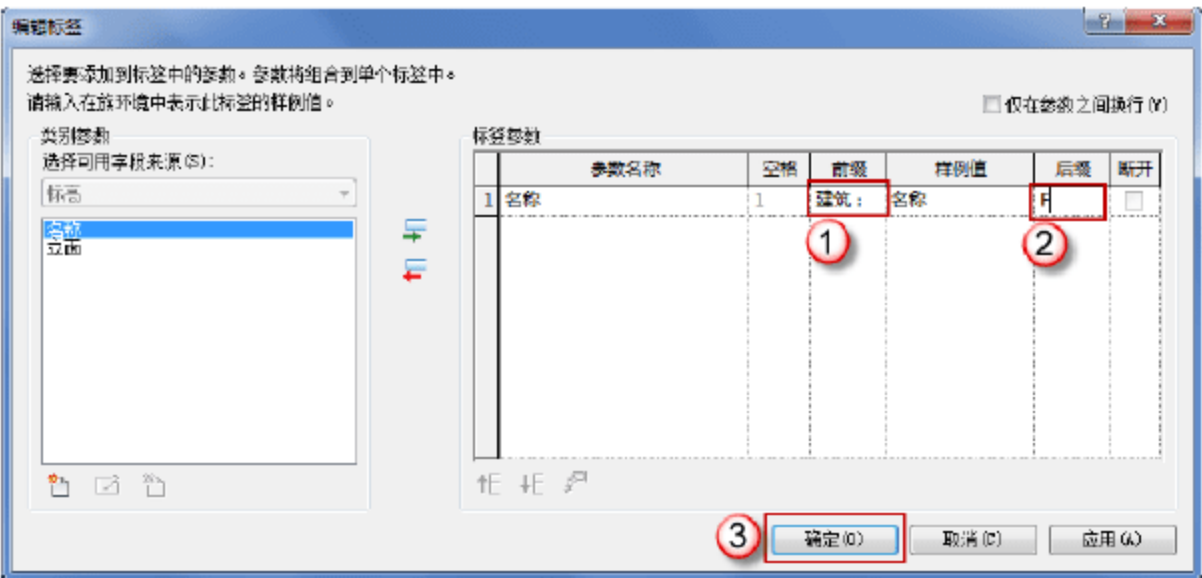
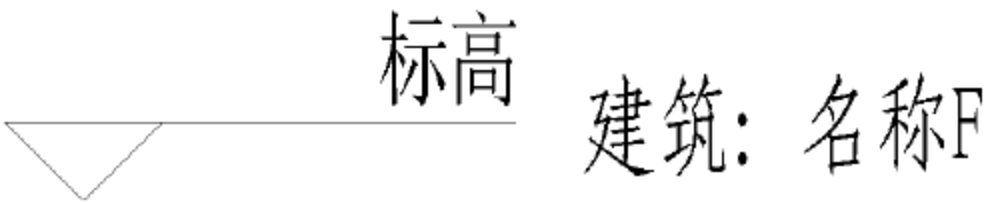

图 1.2.8 编辑标签
图 1.2.9 标高标头
(3) 在弹出的“编辑标签”对话框中，在前缀中输入“建筑:”字样，在后缀中输入 F 字样，单击“确定”按钮，如图 1.2.8 所示。此时可以观察到，屏幕操作区的标高标头的文字变为“建筑: 名称 F”字样，如图 1.2.9 所示。